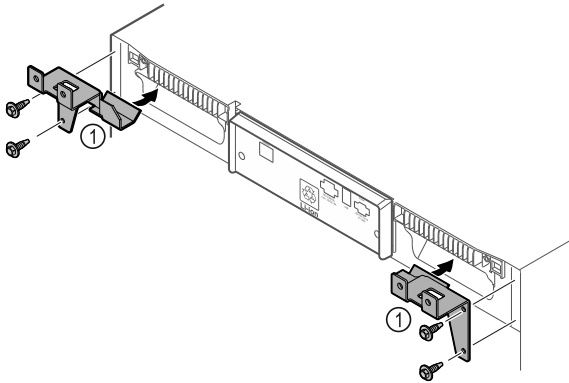

Fig. 10
- ▶ Zamontować części mocujące Fig. 10 (1) na urządzeniu przy użyciu śrub samogwintujących.